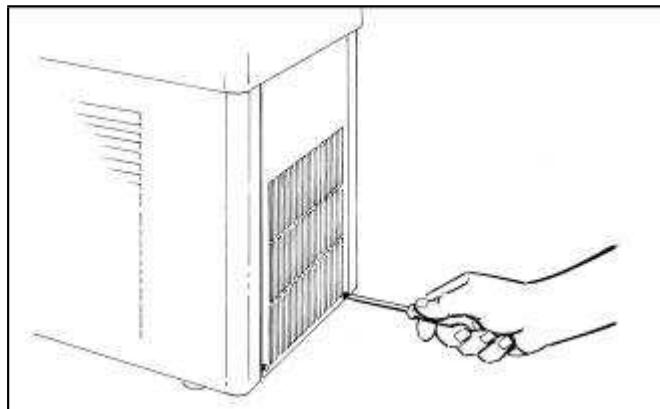

Рис. 41
- Для GT1: снять заднюю панель, открутив два винта внизу, которые удерживают ее (Рис.41);